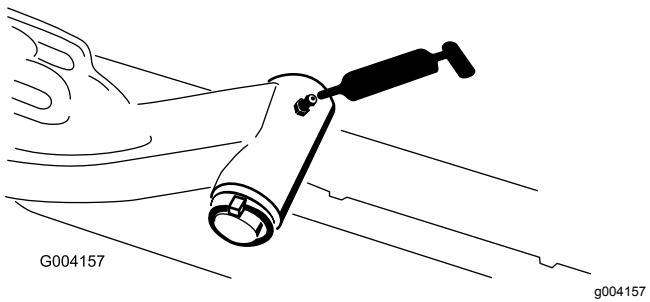

Figura 64
- Veio da articulação do braço de elevação (1 de cada) (Figura 64)